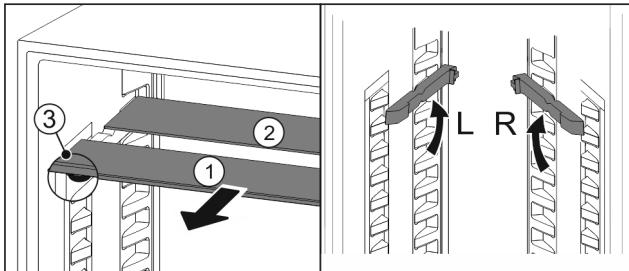

Fig. 60
- По одной извлеките Fig. 60 (1) стеклянные панели движением вперед.
- ▷ Стеклянная панель Fig. 60 (1) с декоративной планкой лежит спереди.
- ▷ Стопоры Fig. 60 (3) показывают вниз.